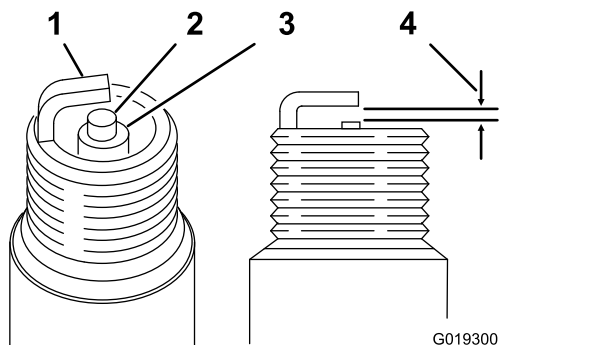

Bild 34
Elektrodenabstand: 0,70 bis 0,80 mm, siehe Bild 34
3. Stellen Sie den Elektrodenabstand auf 0,70 bis 0,80 mm ein (Bild 34).